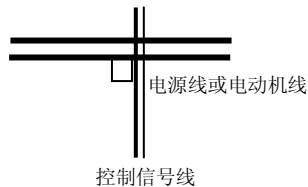

图 3-16 系统配线要求
- (1) 变频器到电动机的线缆(U、V、W 端子引出线)应尽量避免与电源线(R、S、T 或 R、T 端子输入线)平行走线。应保持 30 厘米以上的距离。
- (2) 变频器输出 U、V、W 端子三根电机线尽量置于金属管或金属布线槽内。
- (3) 控制信号线应采用屏蔽电缆，屏蔽层与变频器 PE 端相连，靠近变频器侧单端接地。
- (4) 变频器 PE 端接地电缆不得借用其它设备接地线，必须直接与接地板相连。
- (5) 控制信号线不能与强电电缆(R、S、T 或 R、T 与 U、V、W)平行近距离布线，不能捆扎在一起，保持 20~60 厘米(与强电电流大小有关)以上的距离。如果要相交，则应相互垂直穿越，如图 3-16 所示。
- (6) 控制信号和传感器等弱电接地线必须与强电接地线分别独立接地。
- (7) 禁止在变频器电源输入端(R、S、T 或 R、T)上连接其它设备。